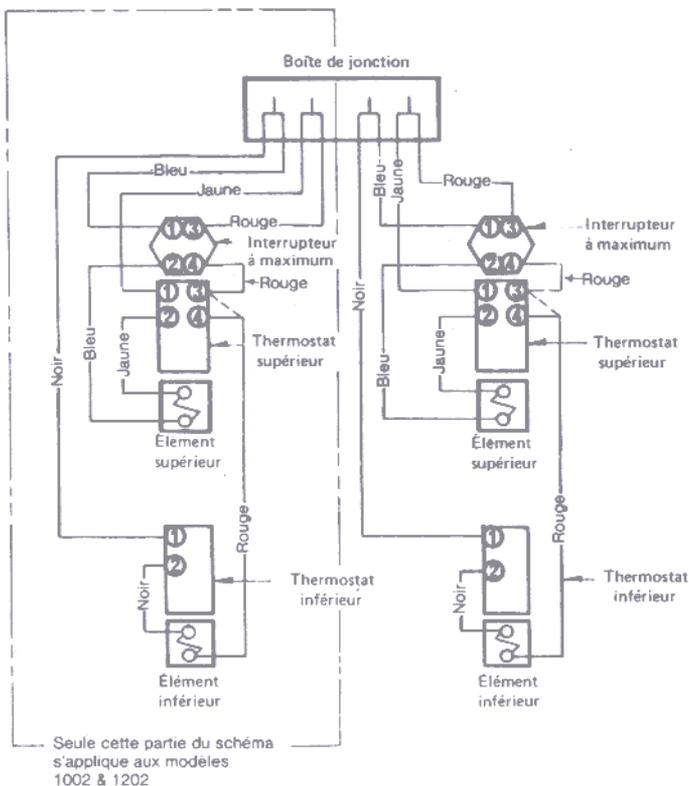

FIG. 8
3. Tous les chauffe-eau inscrits dans ce manuel sont expédiés de la manufacture branchés pour un fonctionnement simultané, à l'exception des modèles 1002, 1202, & 1204 lesquels sont branchés pour un fonctionnement à bascule. Avec la méthode de branchement à bascule, seulement un élément ou groupe d'éléments peut-être mis en marche à la fois. Se référer aux schémas de filerie pour les détails, et aussi comment changer du fonctionnement simultané au fonctionnement à bascule et vice versa. (Fig. 8, 9, 10, 11, 12, 13 & 14).